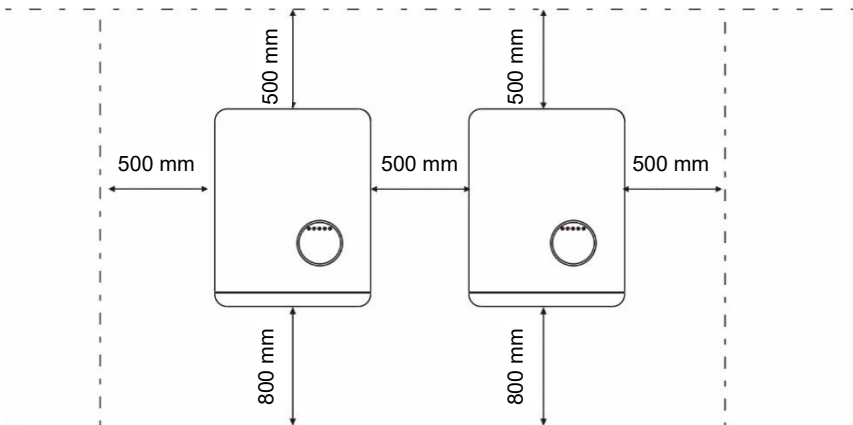

Figura 4.2 Distanza di montaggio dell'inverter
1. In base alla Figura 4.2, selezionare l'altezza di montaggio della staffa e contrassegnare il foro di montaggio. Dopo la marcatura, perforare il punto in cui è presente il segno. Per la perforazione di pareti in mattoni, i bulloni di espansione devono essere adatti al fissaggio.